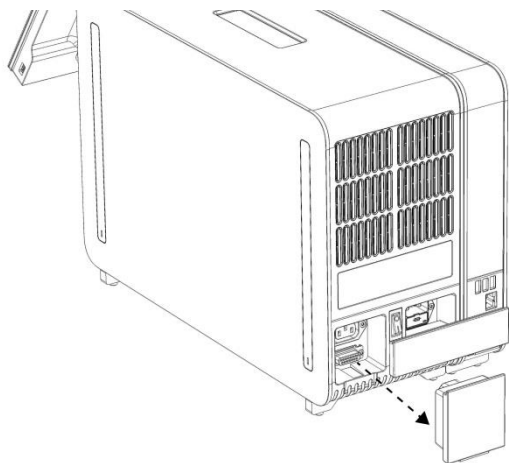

Figura 9. Remoção da ponte de terminação.
- 1d. Remova a ponte de terminação da parte traseira do módulo analítico (Figura 9).